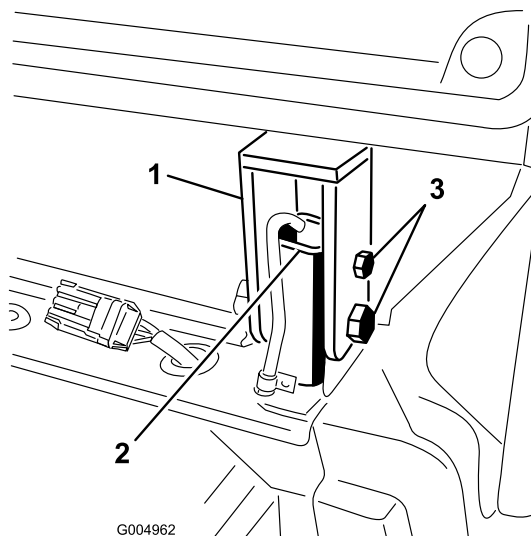

Figura 115
38. Serrate i bulloni e i dadi che fissano i supporti di montaggio posteriori della cabina ai montanti del ROPS (Figura 115).